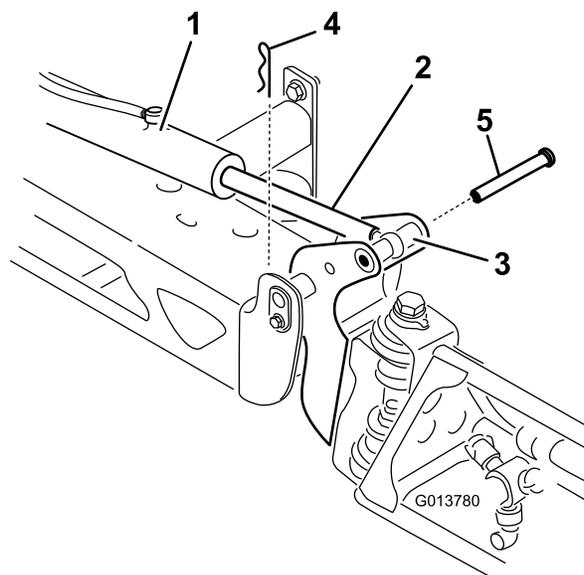

Figura 13
2. Retire o perno de gancho do pino de articulação (Figura 13).
3. Eleve rampa e retire o pino (Figura 13) e lentamente baixe a rampa para o solo.
- Levante a rampa para alinhar a articulação com a barra do acionador. Enquanto segura na rampa, insira o pino através tanto da articulação da rampa como da barra do acionador (Figura 13).